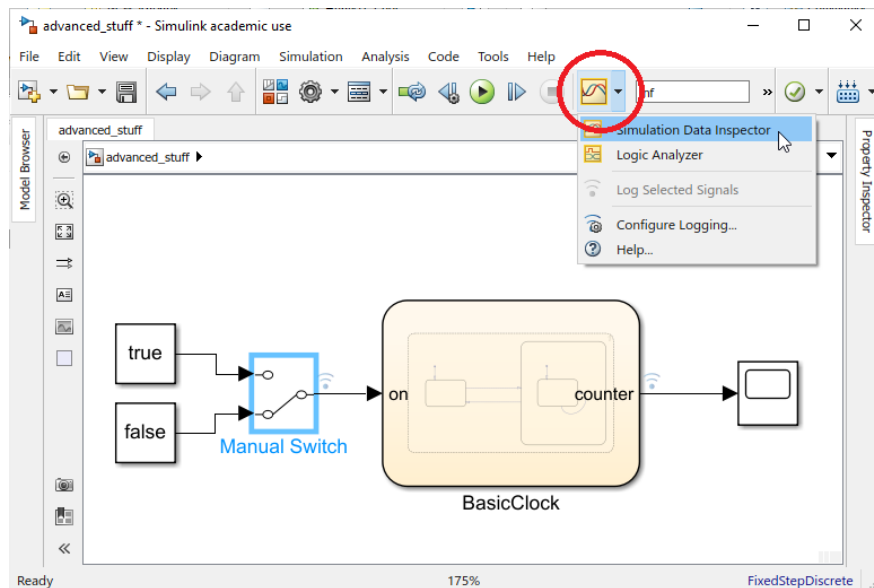
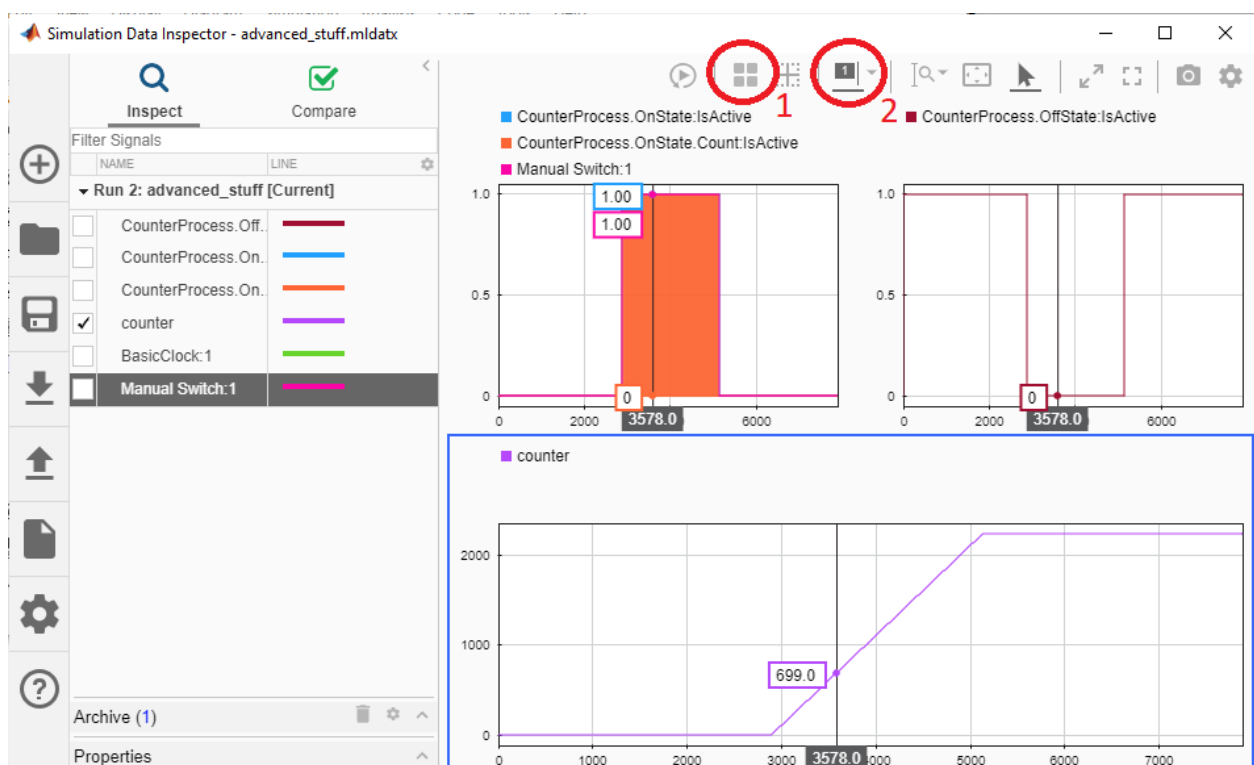

Abbildung 11: Daten-Inspektor öffnen
Abbildung 12: Daten-Inspektor mit Cursor und gewählten Signalen
Wie in Abbildung 11 gezeigt, kann der Daten-Inspektor nach erfolgter Simulation der Simulink Umgebung durch einen Klick auf das „Signal“-Symbol und Auswahl der Menüoption „Simulation Data Inspector“ (Dateninspektor) geöffnet werden. Wie in Abbildung 12 zu sehen, können einzelne Signale auf der linken Seite des Daten-Inspektors angewählt und zur aktuellen Ansicht hinzugefügt werden. Mit einem Klick auf das „Kachel“-Symbol (1) kann das angezeigte Layout geändert werden. Ein Klick auf das „Zeiger“-Symbol kann ein Cursor zur aktuellen Anzeige hinzugefügt werden. Durch Verschieben des Cursors kann das Datensignal zu einem beliebigen Zeitpunkt angezeigt und analysiert werden.